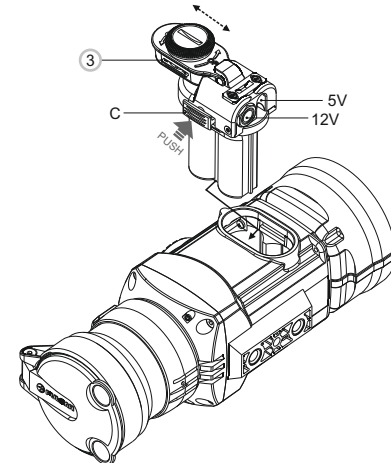

Abb. 3
- Stecken Sie den Adapter in den Batteriebehälter des Monokulars (s. Abb. 3) ein. Vergewissern Sie sich, dass die Klinken (C) des Adapters beideseitig geschlossen wurden.
- Befestigen Sie den Deckel (3) auf dem Adapter (s. Abb. 3).
- Schalten Sie das Gerät ein, indem Sie die Taste “ON/OFF” (10) kurz drücken.